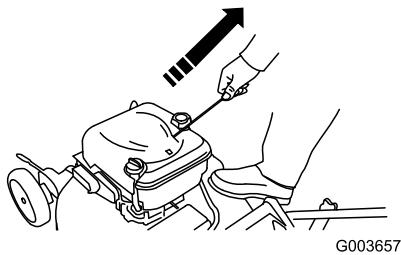

Figura 20
- Tire del arrancador de retroceso en el motor (Figura 20).